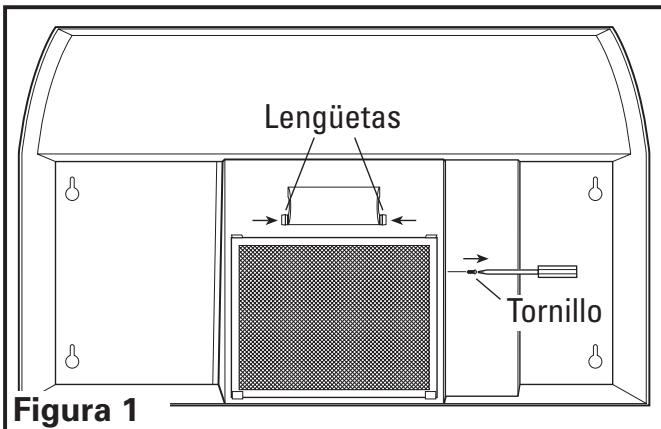

Figura 1
- Retire el tornillo de la Cubierta del Compartimiento de Cable y luego la cubierta de la lámpara oprimiendo los costados hacia adentro, retirándolo de las lengüetas ubicadas en la campana. (**Figura 1**).